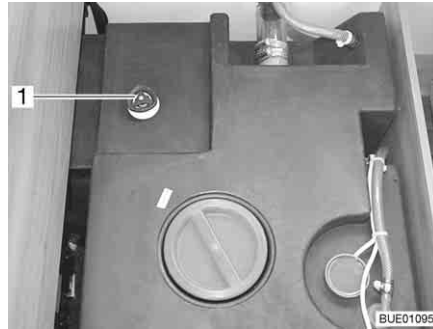

Bild 221 Vattentank med ratt
- Vrid ratten (Bild 221,1) på vattentanken medurs till stoppläget.
- Vrid ratten (Bild 221,1) på vattentanken moturs till motståndet. Vattnet rinner ut tills 60 liter är kvar.